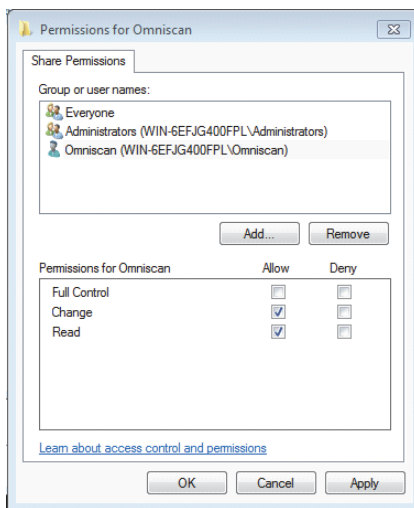

Рис. 7-33 Диалоговое окно Разрешения для Omniscan (Windows 7)
14. В диалоговом окне **Permissions for Omniscan** (Разрешения для Omniscan) выберите **Change** (Изменить) и **Read** (Читать) в колонке **Allow** (Разрешить) для пользователя Omniscan и щелкните **ОК** (см. Рис. 7-33 на стр. 226).